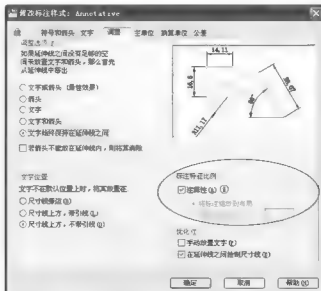

图 4.85 【调整】选项卡的设定
③ 在【调整】选项卡内勾选【注释性】复选框，如图4.85所示。此时【使用全局比例】变为灰色，不能使用。
④ 如果勾选【注释性】复选框，【线】、【符号和箭头】、【文字】和【主单位】选项卡内的设定均为出图后尺寸标注的设定。